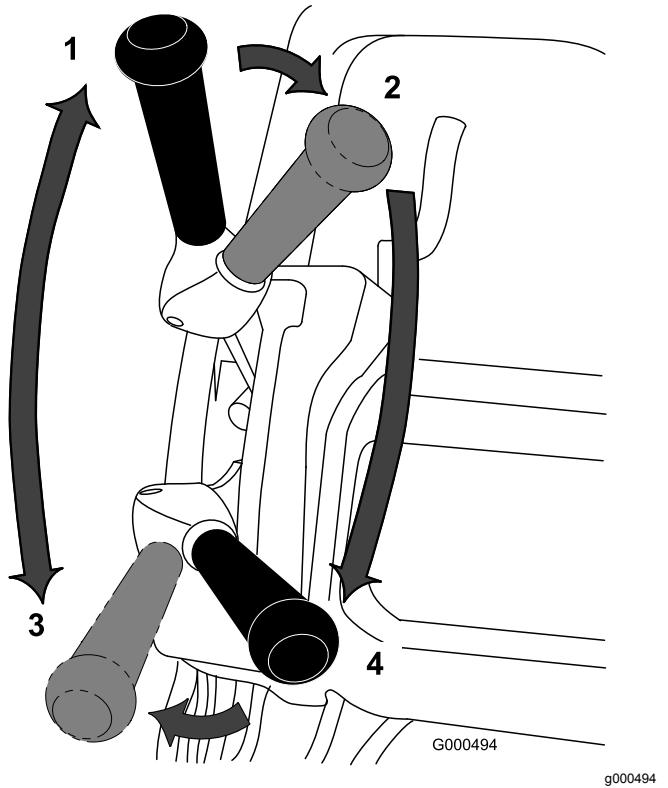

Figura 38
1. Avviate il motore, impostate l'acceleratore a bassa velocità, abbassate la stegola per sollevare l'apparato di taglio, premete il comando presenza dell'operatore, spostate la leva della trazione e di azionamento del cilindro in posizione di MARCIA AVANTI (di trasporto) e trasportate la macchina sul bordo del green (Figura 38).
2. Spostate la leva posizione di FOLLE (Figura 38).
3. Spostate la leva in posizione di FOLLE per la trazione e di DISINNESTO per l'azionamento del cilindro (Figura 38).
4. Spostate la leva in posizione di MARCIA AVANTI per la trazione e di INNESTO (Figura 38) per l'azionamento del cilindro, aumentate la velocità dell'acceleratore finché la macchina non avanza alla velocità desiderata, guidate la macchina sul green, abbassate l'apparato di taglio a terra e iniziate a tosare l'erba.